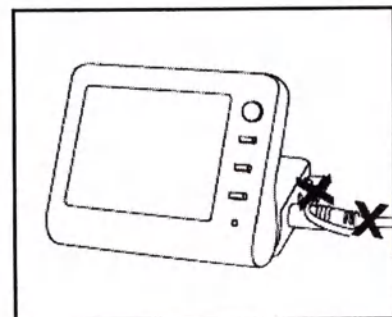

Рис. 3
1) Извлеките измерительный провод или тестовую рукоятку в сборе с кабелем (Рис.3).